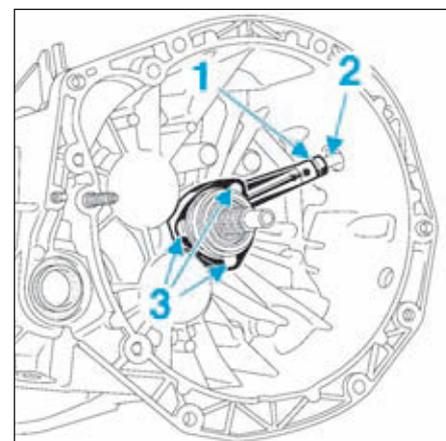

FIG.4
- Déposer l'agrafe du purgeur (1) (Fig.4).